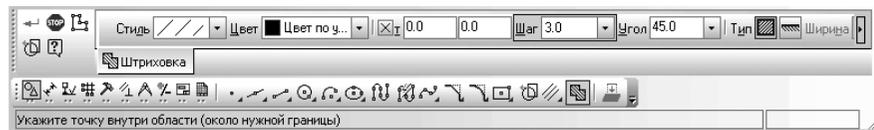

Рис. 4.40. **Панель свойств: Штриховка**, **Компактная панель** и **Строка состояния**
- щелкните в **Компактной панели** по кнопке переключателю – **Геометрия**, а затем в панели инструментов по кнопке – **Штриховка**. Появится соответствующая **Панель свойств: Штриховка** (рис. 4.40). В строке сообщения появится подсказка: **Укажите точку внутри области (около нужной границы)**;